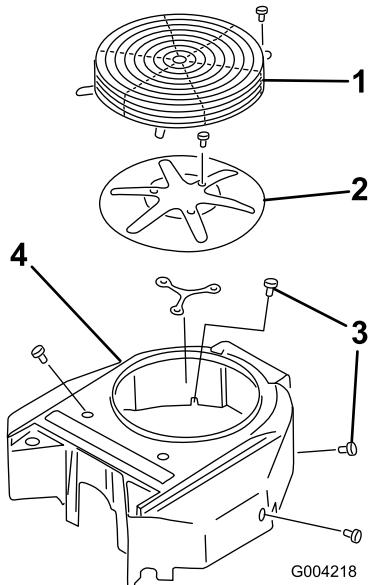

Figura 43
3. Togliete la protezione, la griglia della presa d'aria e la sede della ventola (Figura 43).
- Installate la protezione, la griglia della presa d'aria e la sede della ventola (Figura 43).